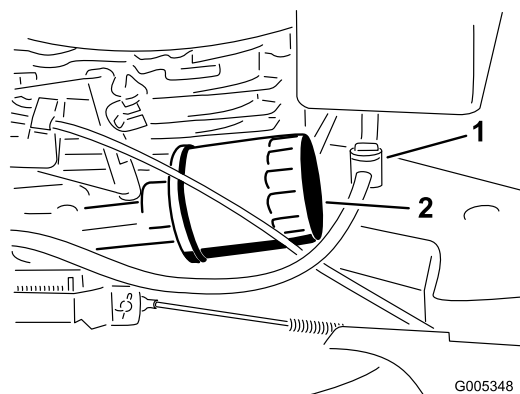

Figure 26
Remplacez le filtre à carburant (Figure 26) toutes les 100 heures de fonctionnement ou une fois par an, la première échéance prévalant.
3. Fermez le robinet d'arrivée de carburant (Figure 26).